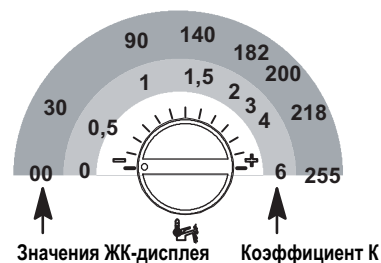

**Рисунок 5.30**
- Нажмите кнопку сброса 5 (Рисунок 5.27) и пролистайте параметры, пока не дойдите до параметра P15, предназначенного для настройки коэффициента К. На ЖК-дисплее последовательно отобразятся следующие символы (параметр P15 будет загораться поочередно с 00), см. рис. 5.30